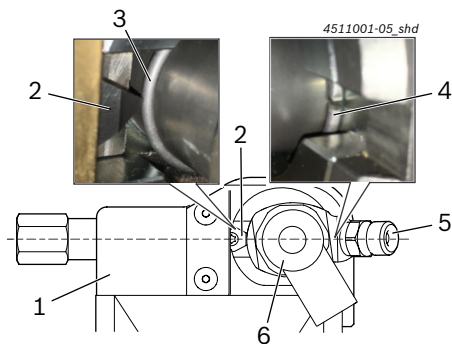

Fig. 5: Prípojka vysokého tlaku (poz. 5) oproti vratnej reznej platni (poz. 2)
7. CRI zasuňte do nástroja na demontáž podľa Fig. 5 a podržte ho v tejto polohe.
⇒ Poistný krúžok (Fig. 5, poz. 3) je umiestnený presne vo výške vratnej reznej platne (Fig. 5, poz. 2).